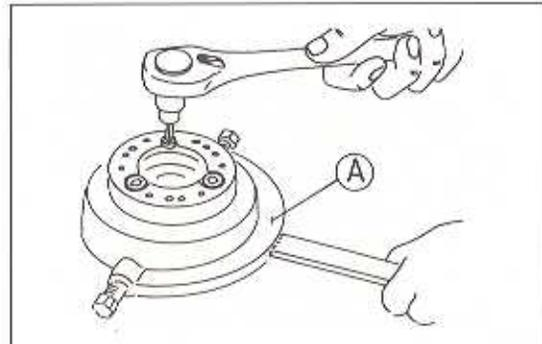

Bild 152
- Die Anlasserkupplung vom Lichtmaschinenläufer abschrauben (Bild 152).